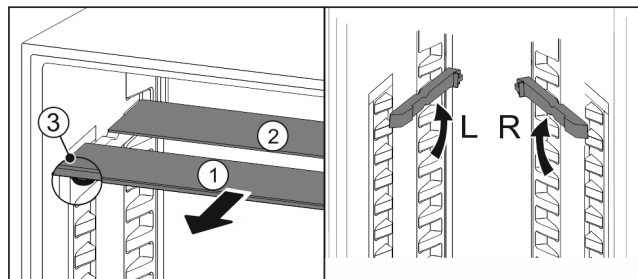

Fig. 100
- ▶ Wyciągnąć Fig. 100 (1) pojedynczo półki szklane do przodu.
- ▷ Płyta szklana Fig. 100 (1) z listwą ozdobną znajduje się z przodu.
- ▷ Stopery Fig. 100 (3) wskazują w dół.